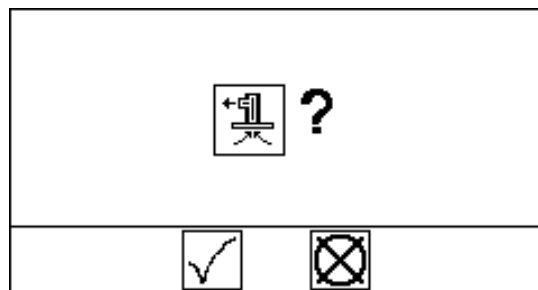

FIG. 21: Bekräftelse av luftning
5. Tryck på knappen Lufta pumpen . Displayen uppmanar operatören att bekräfta. Se FIG. 21. Välj  för att börja lufta.